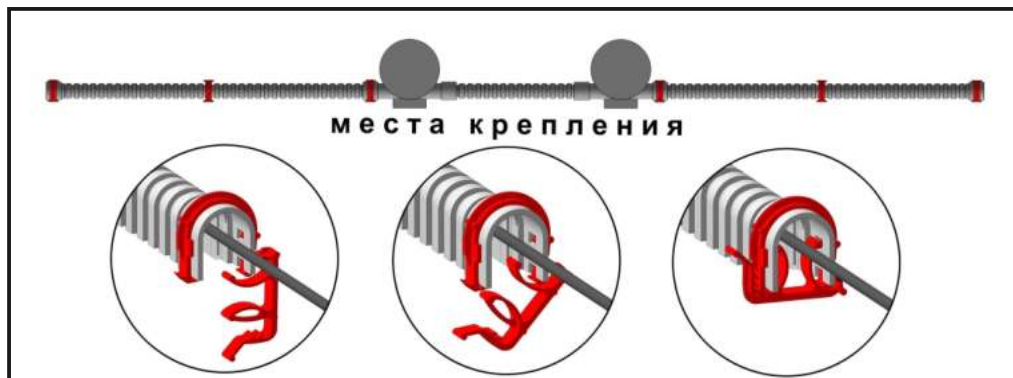

Рис. 28.
8.3.5. Комплект ПЗУ-6-10кВ-У-2-НГ (КЗ) закрепить защелками ЗМИ-1, предварительно присоединенными в 6-и точках (Рис. 28) и двумя стяжками между капотами.